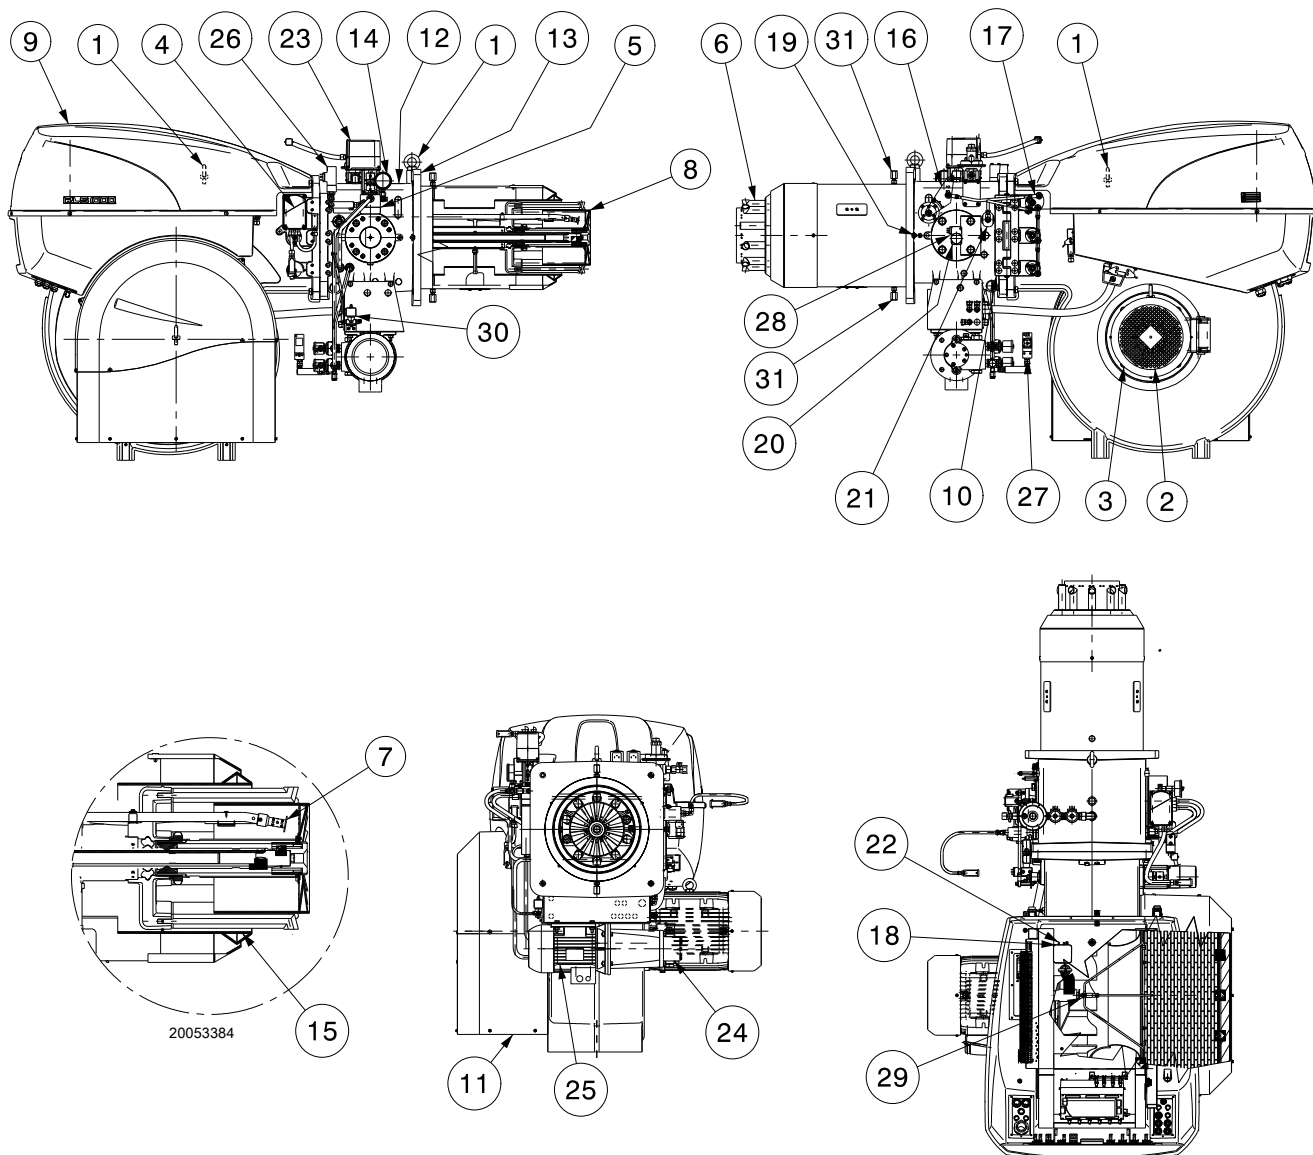

图 4
(1) 参考条件：环境温度 20°C - 燃气温度 15°C - 大气压力 1013 mbar - 海拔 0 m a.s.l.
(2) 测试点 28 (图 4 页 11) 处的压力为炉膛背压为零且燃烧器处于最大出力运行时的压力。
(3) 噪音测试在制造商燃烧实验室内进行，燃烧器在测试锅炉上以最大出力运行。声功率以符合 EN 15036 标准要求“自由场”法测得，并符合 EN ISO 3746 标准要求的“准确：类别 3”的测量精确度，符合标准 EN ISO 3746。
燃气仅能从燃烧器右侧进入，如图 4 所示。